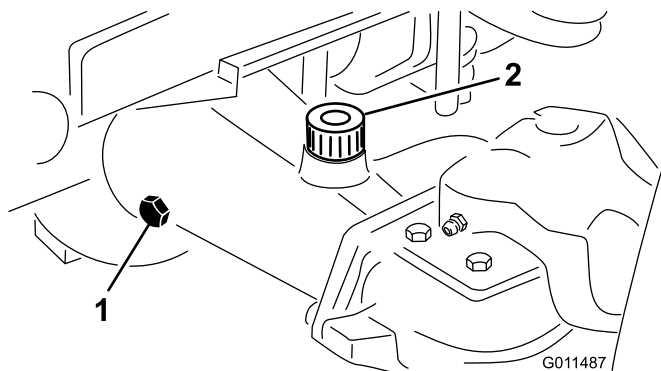

Figura 14
2. Retire un tapón de verificación de un extremo del eje (Figura 14) y asegúrese de que el lubricante llega al borde inferior del orificio. Si el nivel es bajo, retire el tapón de llenado (Figura 14) y añada suficiente lubricante para que el nivel llegue al borde inferior de los orificios de los tapones de verificación.